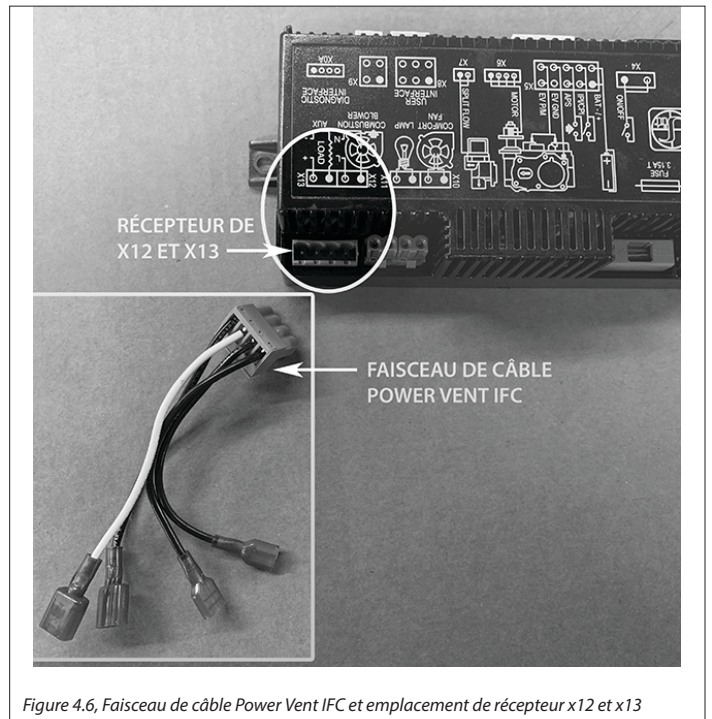
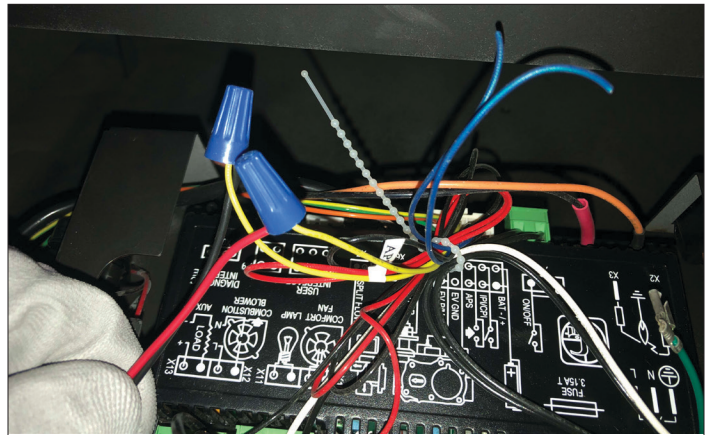

Figure 4.6, Faisceau de câble Power Vent IFC et emplacement de récepteur x12 et x13
Figure 4.8, Serre-fils installés aux fils identifiés «APS»
**NOTE:** Utilisez le schéma de câblage de Figure 4.8 pour vous guider, en suivant les instructions ci-dessous.
3. Repérez le Faisceau de câble Power Vent IFC (fourni avec ce kit). Branchez le connecteur de faisceau dans le récepteur de X12 et X13. Voir Figure 4.6.
4. Le faisceau de câble du Power Vent comporte un fil noir (porteur de tension) séparé avec deux connexions femelle à branchement rapide aux deux extrémités. Branchez-les aux fils noirs (connexions à branchement rapide) sortant du module de contrôle, à l'emplacement de connexion X12 du ventilateur de combustion. Voir Figure 4.6 et Figure 4.8.